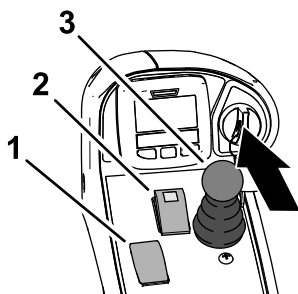

Bild 44
2. Achten Sie darauf, dass der Zapfwellenschalter in der AUSGEKUPPELT-Stellung ist (Bild 44).